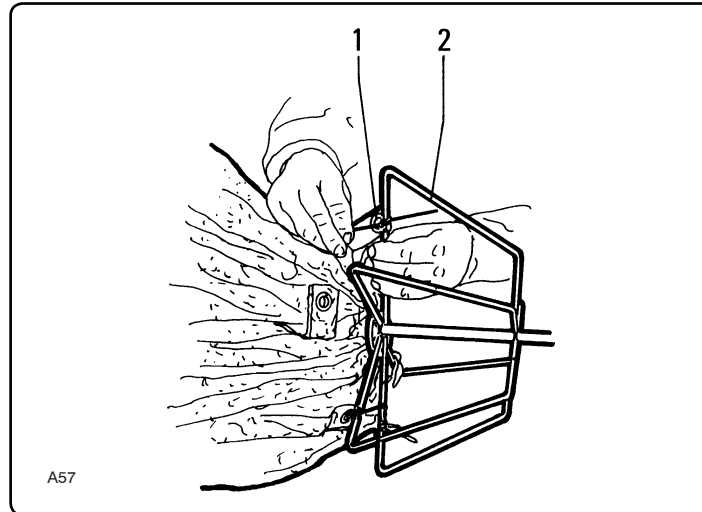

Fig. 7.5.2
- Sfilare la gabbia "6" e capovolgere il filtro mettendo a vista la fascetta di aggancio "1" fig. 7.5.2.
- Unscrew cage "6" and overturn the filter, exposing coupling clamp "1" fig. 7.5.2.
- Retirer la cage "6" et renverser le filtre en mettant en vue le collier d'accrochage "1" fig. 7.5.2.
- Extraer la jaula "6" y volcar el filtro de manera que la abrazadera de acoplamiento "1" fig. 7.5.2 quede visible.
- Introdurre la gabbia "2" fig. 7.5.2 e montarla al filtro mediante le fascette "1" esistenti sul fondo del filtro.
- Insert cage "2" fig. 7.5.2 and mount it on to the filter by means of clamps "1" on the bottom of the filter.
- Introduire la cage "2" fig. 7.5.2 et la monter sur le filtre avec les colliers "1" qui se trouvent sur le fond du filtre.
- Introducir la jaula "2" fig. 7.5.2 y montarla mediante las abrazaderas "1" que están en el fondo del filtro.